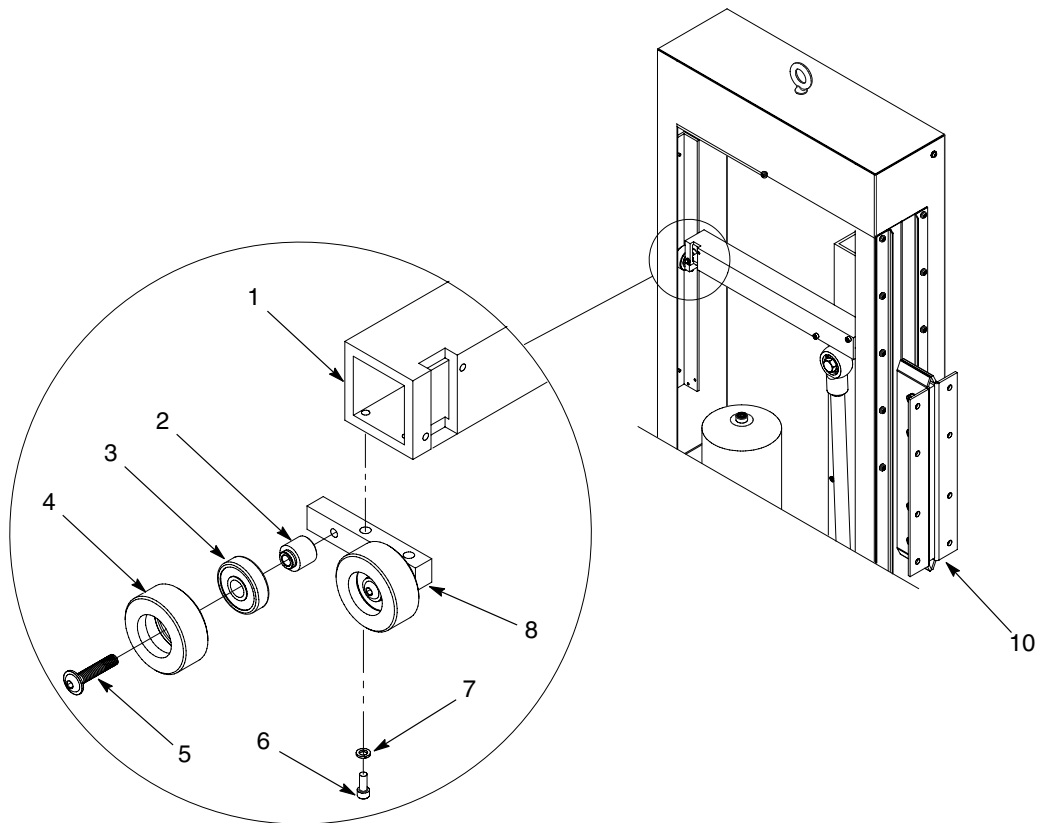

Figura 12 Conjunto de rolos típico (está ilustrada a configuração do VFD)
2. Consulte a figura 12. Verifique se o carro de pistolas (10) se encontra no fim de curso inferior.
3. Retire os parafusos (6) e as anilhas de segurança (7) que fixam o bloco de rolos (8) à barra estabilizadora (1).
4. Remova o parafuso de flange de cabeça tipo botão (5) que segura a roda (4), rolamento (3) e eixo (2) ao bloco de rolos (8). Elimine apenas a roda e o rolamento.
5. Monte a nova roda (4), o novo rolamento (3) e eixo (2) no bloco de rolos (8), utilizando o parafuso de flange de cabeça tipo botão (5). Aperte bem os parafusos.
6. Monte o bloco de rolos (8) na barra estabilizadora (1), utilizando as anilhas de segurança (7) e os parafusos (6). Aperte bem os parafusos.